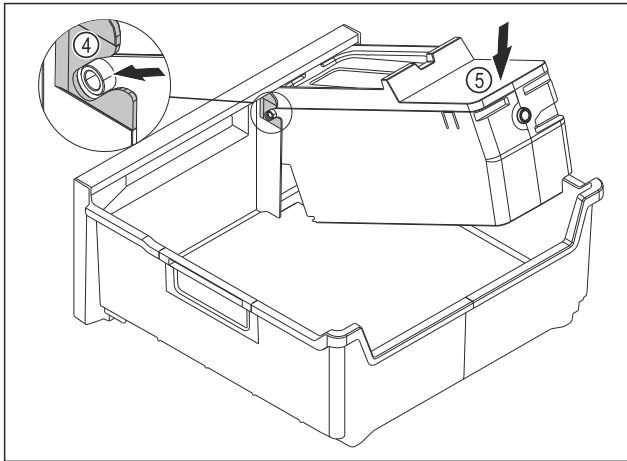

Fig. 86
- ▶ Montare il corpo dell'EasyTwist-Ice: Inserire gli assi del corpo dell'EasyTwist-Ice nelle guide Fig. 86 (4).
- ▶ Spingere il corpo dell'EasyTwist-Ice Fig. 86 (5) posteriore verso il basso.